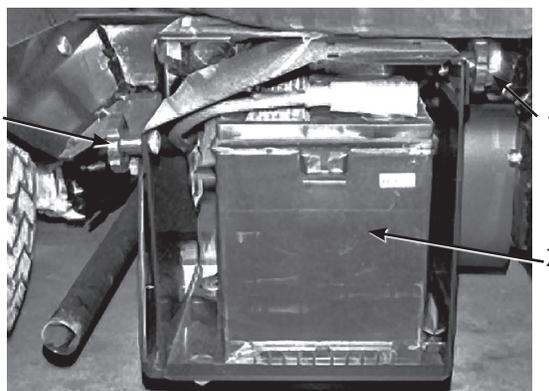

図58
3. バッテリー押さえを元通りに取り付ける（図58）。
4. バッテリーカバーを元どおりに取り付けノブ（図58）で固定する。
1. バッテリー・ボックスのノブ（図58）をゆるめ、カバーを外す。